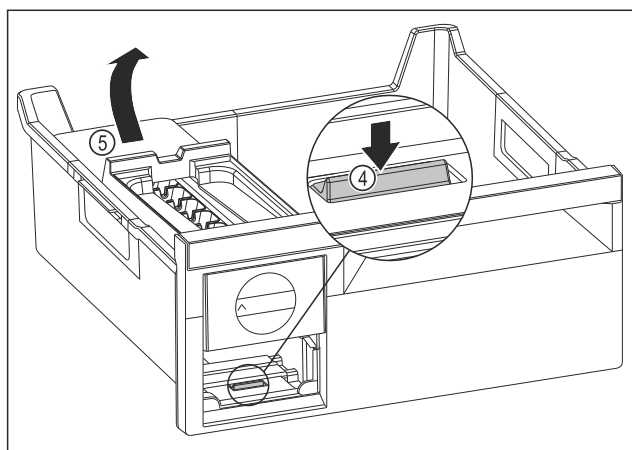

Fig. 212
- EasyTwist-Ice-corpus wegnemen: Strip Fig. 212 (4) met uw vinger omlaag drukken en gelijktijdig met de andere hand de EasyTwist-Ice-corpus Fig. 212 (5) van achteren optillen.